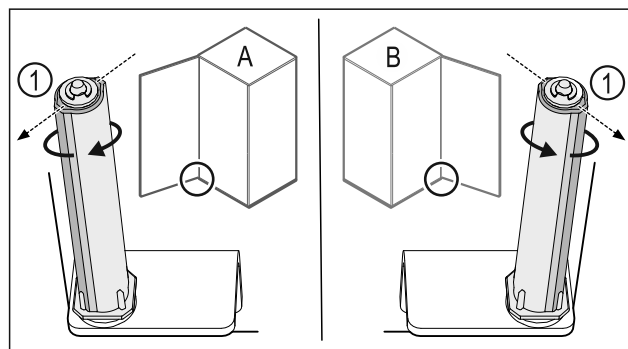

Fig. 19 Μεντεσέδες αριστερά (A) / Μεντεσέδες δεξιά (B)
- ▶ Περιστρέψτε το σύστημα κλεισίματος κόντρα στην αντίσταση, μέχρι ο κορμός του συστήματος κλεισίματος Fig. 19 (1) να είναι στραμμένος προς τα έξω.